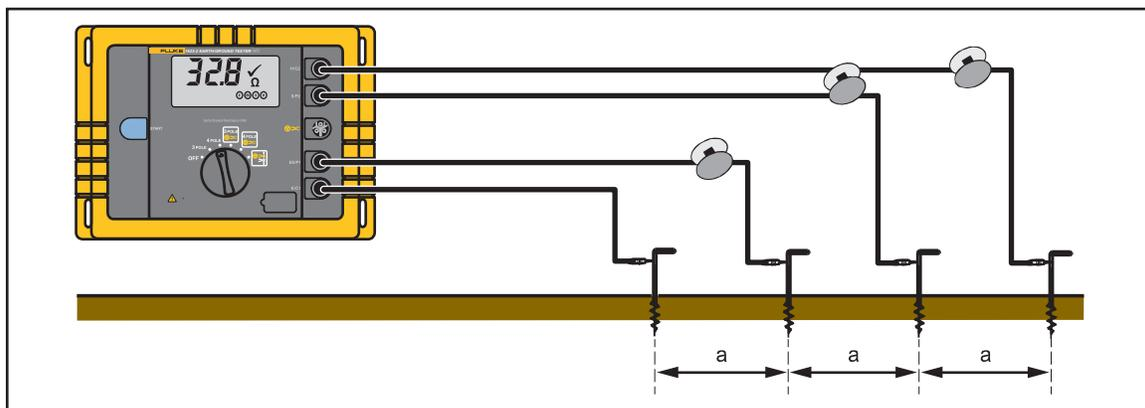

图 10. 土壤电阻率测量
土壤电阻率是计算和设计接地系统的地质和物理量。图 10 所示的测量步骤使用 Wenner 开发的方法 (F. Wenner, 《A method of measuring earth resistivity》; Bull. 美国国家标准局, 公报 12 (4), 文件 258, S 478-496; 1915/16)。